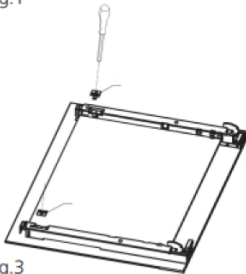

Fig.3
3. Suelte los soportes (D) desenroscando los tornillos. (Fig. 3)